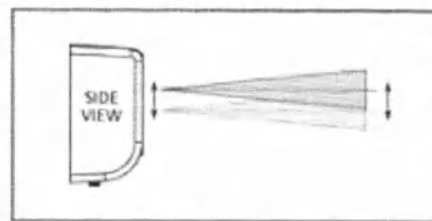

Рисунок 3-10 – Вертикальное планарное выравнивание
6. При необходимости слегка ослабьте винты вертикального планарного выравнивания (отметка Н на *Рисунке 3-5 – Настройки перекрестья лазера*) для движения модуля вверх-вниз. Подобная настройка позволяет двигать лазерный луч и изоцентр модуля (*Рисунок 3-10 – Вертикальное планарное выравнивание*). Двигайте внутренний блок модуля до тех пор, пока он не займет нужное положение, после чего затяните гайки, чтобы зафиксировать его.